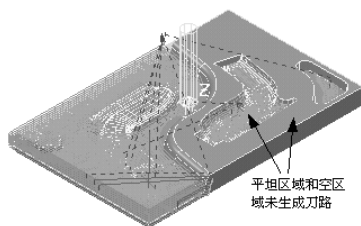

图 2-6 关下切方式
**【关】：**选择此选项，下切步距计算不侦测平坦区域，即平坦区域和空区域在平坦面 Z 高度层都未生成刀路，如图 2-6 所示。